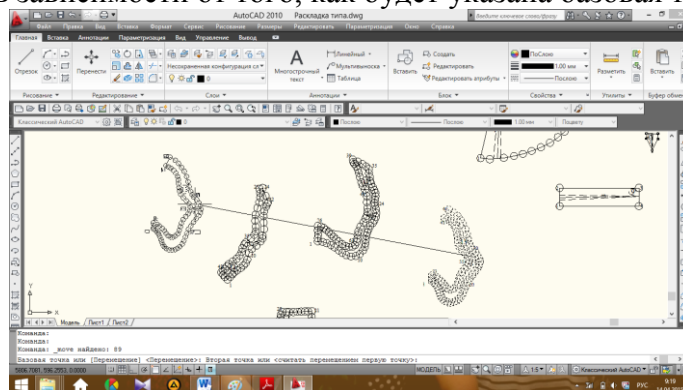

Рис. 16 Режим перемещения объектов
Методика использования данной команды аналогична методике работы с командой Move (Перенести) (см. рисунок 16).
– метод «базовая точка/вторая точка» – указывается произвольная (базовая) точка чертежа, а затем – положение, которое она должна занять после перемещения. Объекты будут перемещены в зависимости от того, как будет указана базовая точка (рисунок 16).